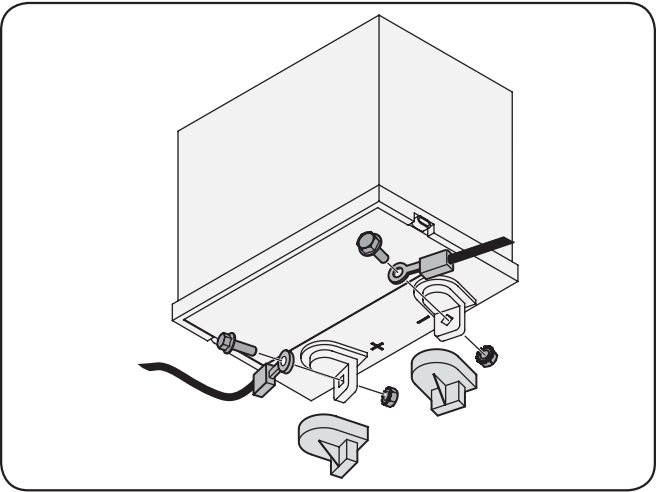

Figure 3-3
1. Enlevez le couvercle en plastique, si équipé, de la borne positive de la batterie et attachez le câble rouge à la borne positive de la batterie (+) avec le boulon et l'écrou à six pans. Voir la Figure 3-3.
2. Enlevez le couvercle en plastique, si équipé, de la borne négative de la batterie et attachez le câble noir à la borne négative de la batterie (-) avec le boulon et l'écrou à six pans. Voir la Figure 3-3.